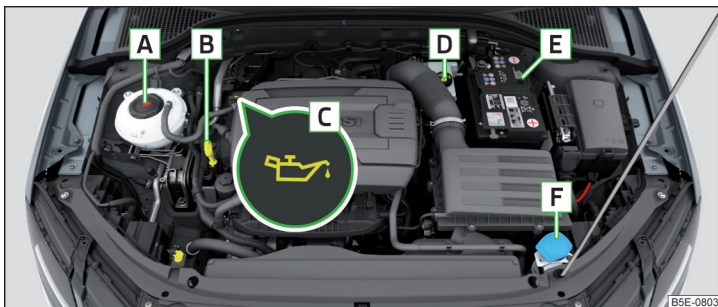

Fig. 316 Exemple d'agencement dans le compartiment moteur
- Dévissez le bouchon de l'orifice de versement d'huile moteur **D** » fig. 316 à la page 289.